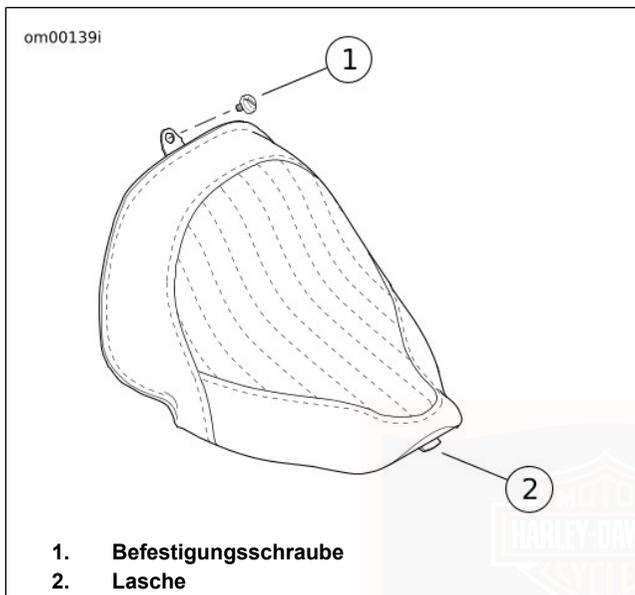

Abbildung 80. Sitz: FLS, FLSS
1. Siehe Abbildung 80. Die Sitzbefestigungsschraube (1) von der Oberseite des Hinterradschutzblechs entfernen.
1. Siehe Abbildung 80. Den Sitz auf den Rahmenrücken legen.
2. Den Sitz nach vorn schieben, bis die Zunge (2) in die Halterung oder den Schlitz im Rahmenrücken einrastet.
4. Die Sitzbefestigungsschraube (1) von Hand festziehen.